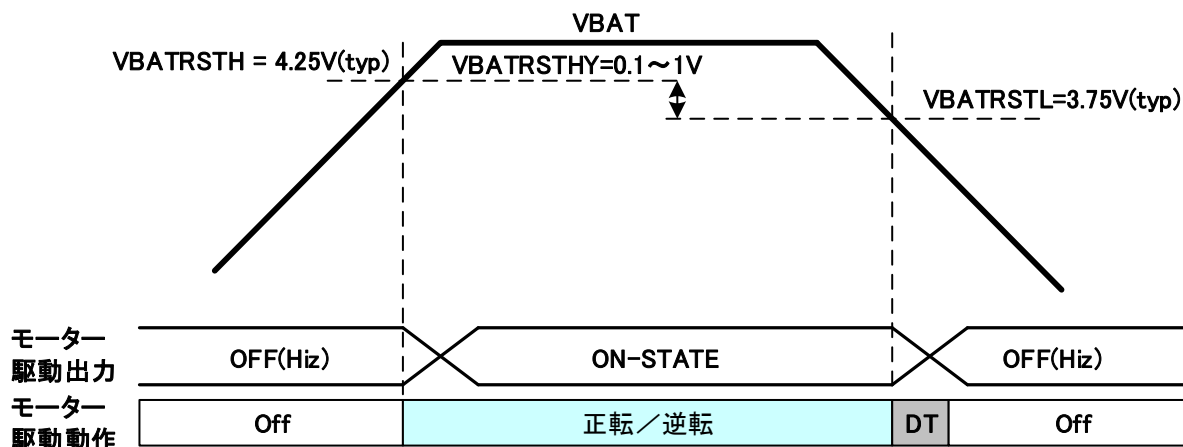
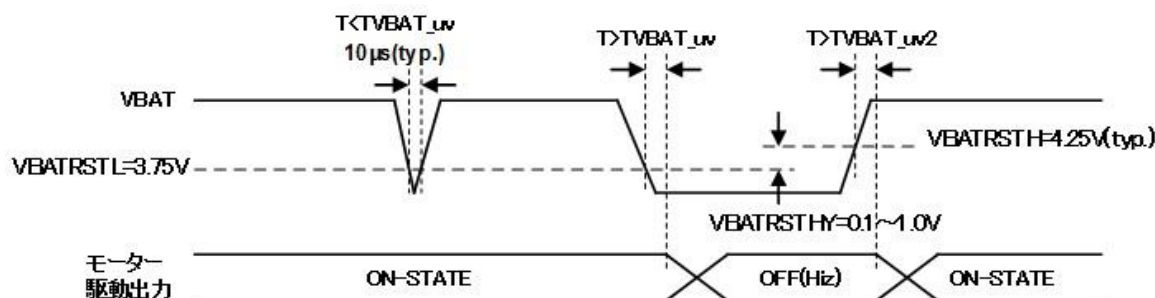

図 7.35 VBAT 低電圧検出閾値特性
図 7.36 VBAT 低電圧検出タイミングチャート 1
7.13.1. VBAT 低電圧検出回路(図 7.35、図 7.36 参照)